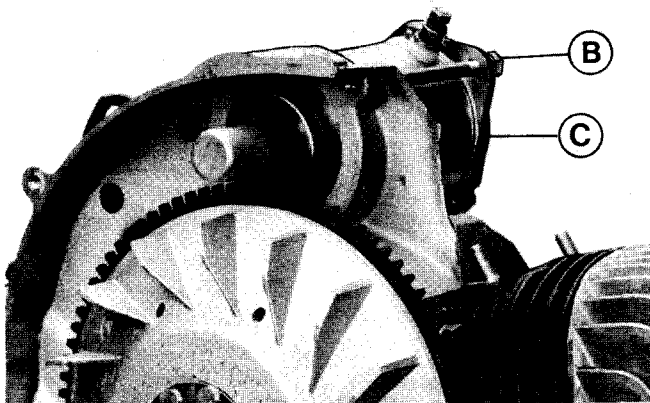

Fig. 57
**Smontaggio del motorino elettrico di avviamento:** togliere il cavetto elettrico di alimentazione, svitare i due dadi «B» di ancoraggio (fig. 57) e sfilare il motorino elettrico «C».